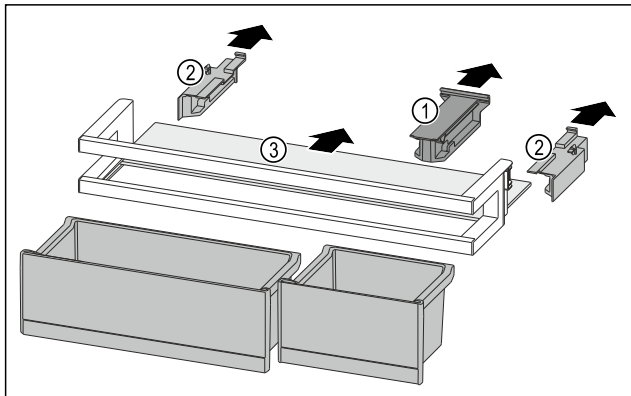

Fig. 242
- Estrarre l'elemento di tenuta Fig. 242 (1).
- Togliere gli elementi laterali Fig. 242 (2).
- Rimuovere il ripiano Fig. 242 (3).